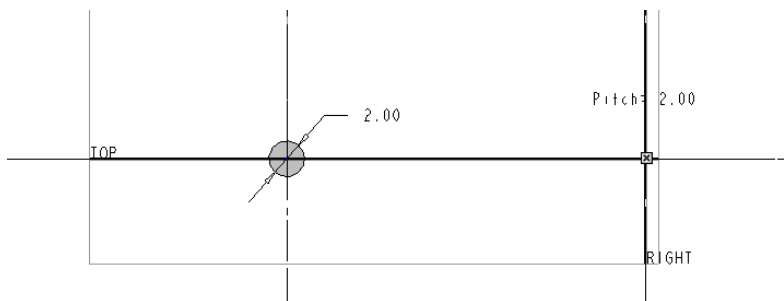

图 6-18 绘制弹簧丝的截面
- 8 绘制弹簧丝的截面，如图 6-18 所示，单击“确定”按钮.